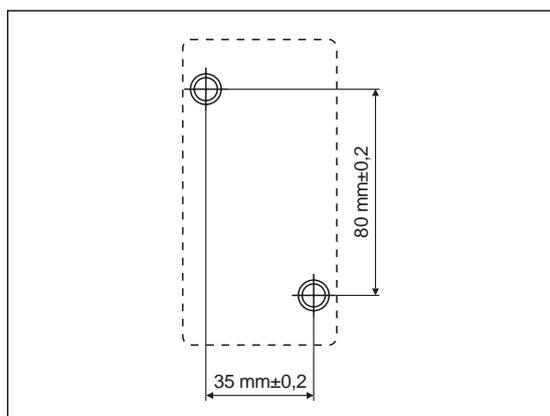

Abb. 4-2:
- Bohren Sie die Befestigungslöcher wie in Abbildung 4-2 angegeben.